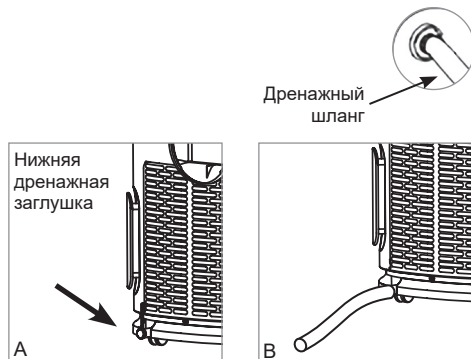

Рис. 13
Когда резервуар заполнен, прибор останавливает работу, а на дисплее появляется символ **E7** (см. также раздел «Самодиагностика»). Осушите резервуар для конденсата в соответствии с алгоритмом действий ниже (см. рис. 13):
2. Вытащите сливную пробку (см. рис. 13 А).